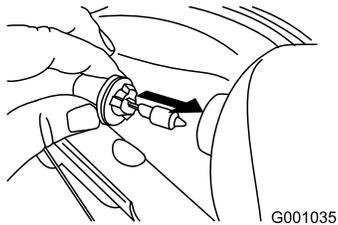

Bild 57
4. Setzen Sie eine neue Glühbirne hinten am Scheinwerfer ein (Bild 57).